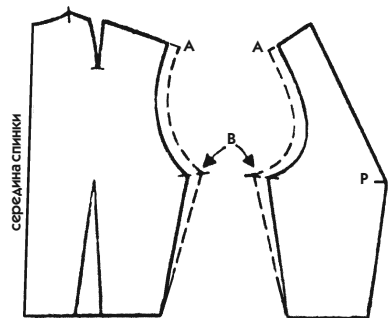

Рис. 17
3. Измерьте новую ширину плеча и соответственно этому увеличьте распах плечевой вытачки. Такое расхождение длины между передом и спинкой может быть вызвано сутулой спиной. Увеличение распах плечевой вытачки спинки совершенно оправдано. Впрочем, в таком случае часто возникает необходимость увеличить и ширину лифа (мы рассмотрим эту ситуацию на рис. 17).
Следует иметь в виду основной принцип: перед лифа расширяется под рукой, при этом удлиняется плечо (смотрите обозначение пунктирной линией на рис. 17).
1. Перенесите параллельно линию проймы на величину прибавления к ширине спинки и переда лифа (точки А и В на рис. 17).
2. Углубить распах вытачки на груди на величину расширения линии плечевого среза, как показано на рис. 17. При этом прибавка по ширине груди слегка уменьшится.
3. Выполнить расширение переда, как показано на рис. 17. Затем срезать по верхнему краю горловины излишек, прибавленный по линии плечевого среза (в противоположность тому, что показано на рис. 44).